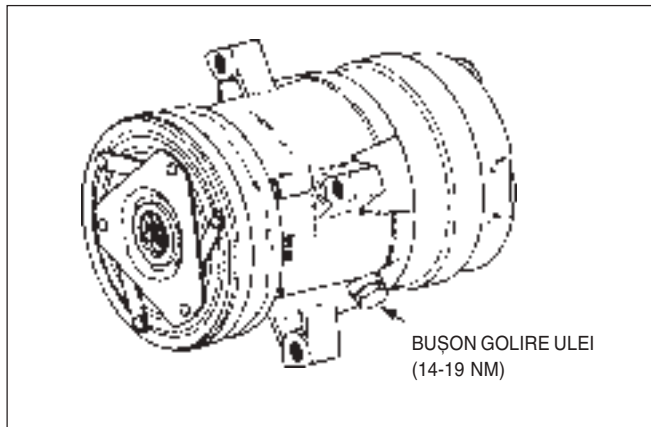

Fig. 1 Compresorul V5 și plasarea bușonului de ulei
**NOTĂ:** Este important ca bușonul de golire a uleiului să fie demontat pentru a asigura o scurgere completă a uleiului din compresor. (Fig 1)